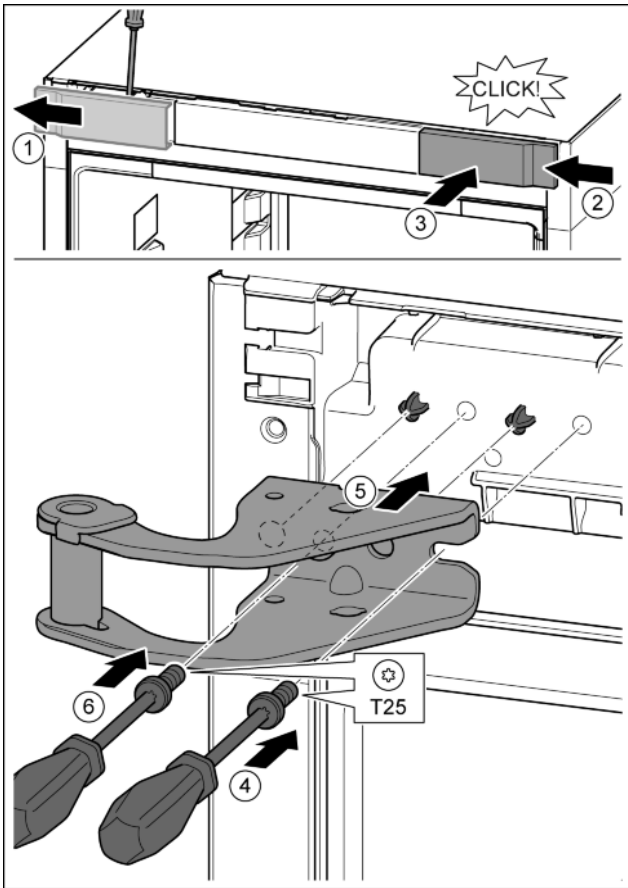

Fig. 10
- ▶ Libérer le cache avec un tournevis et le mettre de côté. Fig. 10 (1)
- ▶ Accrocher le cache tourné de 180° de l'autre côté à droite. Fig. 10 (2)
- ▶ Enfoncer le cache. Fig. 10 (3)
- ▶ Mettre en place la vis avec un tournevis T25. Fig. 10 (4)
- ▶ Mettre en place le support de palier supérieur. Fig. 10 (5)
- ▶ Serrer la vis. Fig. 10 (4)
- ▶ Mettre en place la vis avec un tournevis T25 et la serrer. Fig. 10 (6)